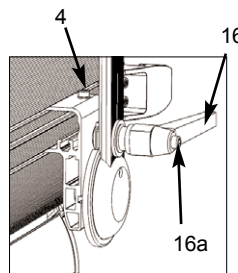

Abb. 3 / figure 3
- Bei Lieferung befindet sich der Haltebügel (2) in Ausgangsposition (Bügel umschließt Linse).
- Schrauben an der Bügelhalterung (4, Abb. 3) beidseitig mit Torx-Schraubendreher Nr. 25 leicht lösen, Bügel bis zur Linsenfassung (14) vorziehen.
- Bügelklemmhebel (16) lockern und Haltebügel nach oben schwenken.
- Zur Einstellung des idealen Schwerpunkts, Haltebügel (2) mittig zur Schwerpunkt-Markierung "Centre" (20) verschieben. Ziehen Sie dann die Schrauben an Bügelhalterung (4) wieder fest.
- Schwenken Sie nun den Haltebügel in die gewünschte Neigeposition. Klemmhebel wieder festziehen. Zur besseren Bedienbarkeit lässt sich die Ausrichtung des Klemmhebels durch Drücken des Knopfs am Klemmhebel (16a, Abb. 3) verändern.
- Den Stativzapfen (1) auf die Bohrung im Haltebügel aufsetzen, Schraube mit Scheibe und Federring eindrehen und mit Drehmomentschlüssel auf **50Nm** festziehen.
- On delivery the stirrup (2) is tilted to the front.
- Slightly loosen the screws in the stirrup bearing (4, figure 3) on both sides with the No. 25 torque wrench and pull it towards the lens door (14).
- Loosen the tilt lock lever (16) and tilt the stirrup upwards.
- In order to position the stirrup at the ideal balance point move it to the center marking (20) on the side of the lamphead. Then tighten the screws at the stirrup bearing (4).
- Tilt the stirrup to the desired angle and tighten the tilt lock lever. For better leverage, press the knob (16a, figure 3) on the tilt lock lever and turn the lever into the desired position.
- Place the spigot (1) onto the boring in the stirrup, insert the screw with washer and spring washer and fasten it with the torque wrench to **50Nm / 37 foot pounds of torque**.